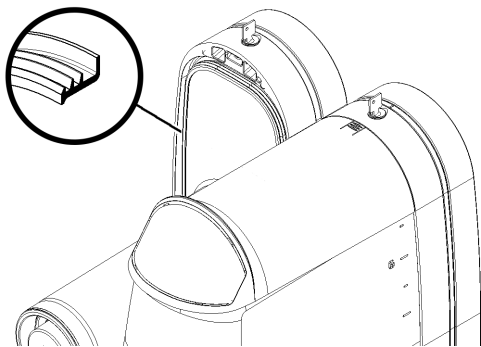

figure 21
**REMARQUE :** le bord qui présente le plus grand diamètre doit s'appuyer sur la cloison arrière (voir figure 21).